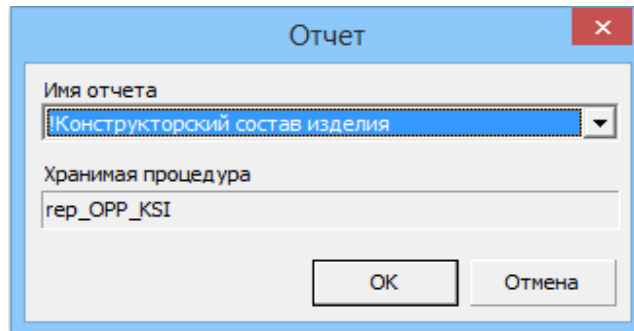

Рисунок 293: Окно выбора отчёта
- 7.1 В поле **«Имя отчета»** из выпадающего списка выбрать отчет **«!Конструкторский состав изделия»** (рис. 293).